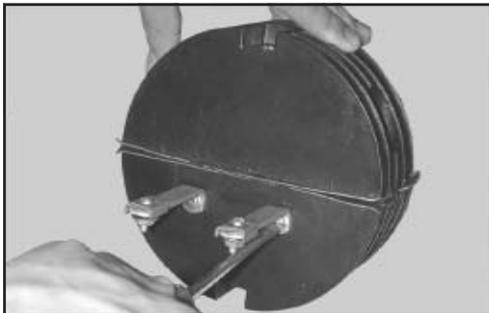

Figura 36
8.3 Junte el tornillo y la arandela y fije el soporte “L” con ayuda de un destornillador (Figura 36).